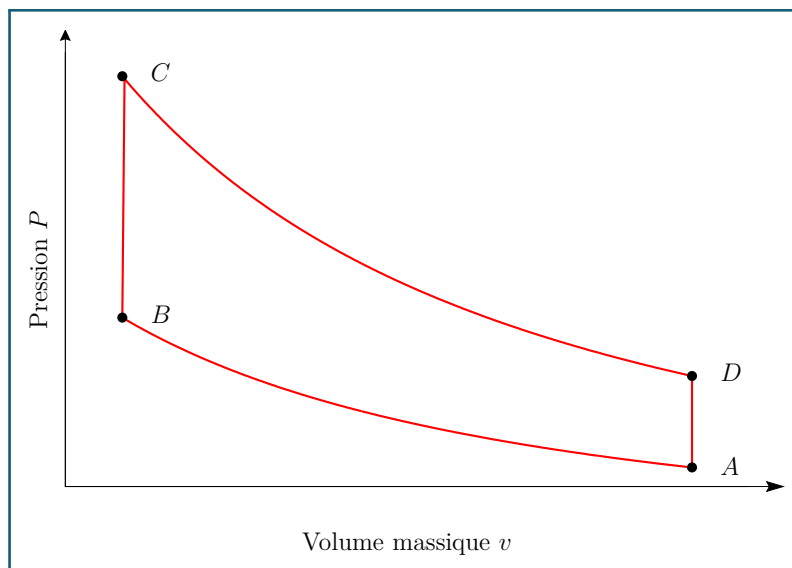

Figure 4.2 – Cycle de Beau de Rochas pour un gaz parfait diatomique
Le cycle  $A \rightarrow B \rightarrow C \rightarrow D \rightarrow A$  est représenté FIG. 4.2.
**Dans sa limite réversible, le cycle de Beau de Rochas ne produit pas de travail.** En effet, l'irréversibilité vient des différences de températures entre les points  $B$  et  $C$  d'une part,  $D$  et  $A$  d'autre part : lorsque le cycle devient réversible, ces points sont confondus. D'après la FIG. 4.2, l'aire dans le cycle est alors nul, et ce moteur n'en est plus un.